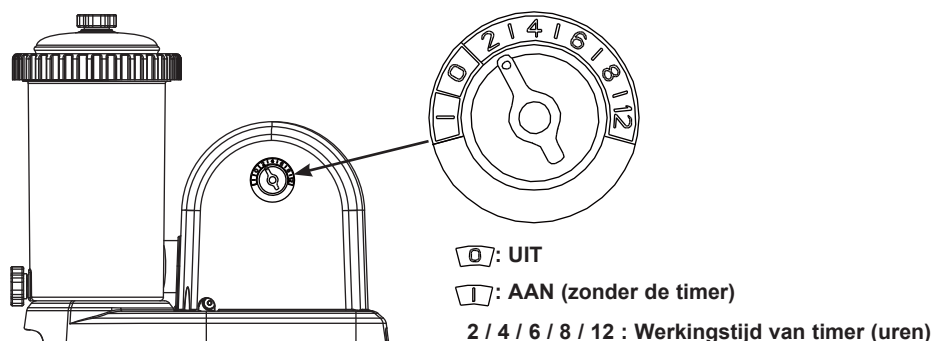

FIG 10
- Door de druk loopt de filterpomp vol water en de aanwezige lucht verdwijnt via het ontluchtingsventiel (2) bovenop het filterhuis. Wanneer er water uit het ventiel komt, is alle lucht verdwenen. Draai dan voorzichtig het ventiel (2) dicht.
- Steek de stekker in het stopcontact en stel de timerknop in op het gewenste aantal draaiuren. **Zie Fig. 10.** Zie "Draaiuren tabel" voor het gewenste aantal draaiuren in verhouding tot de afmeting van uw zwembad.